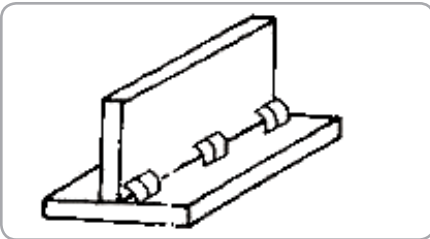

Fig.21
- Îmbinări cu cusături întrerupte. Fig. 21